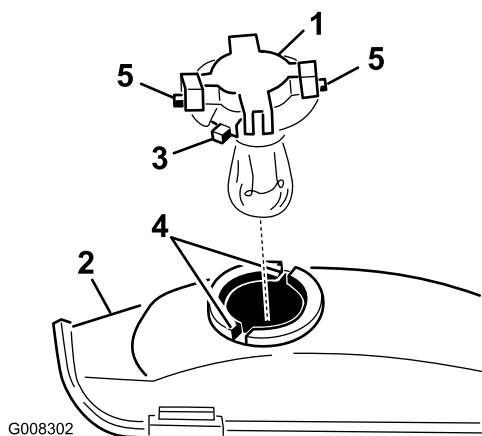

Bild 29
7. Drehen Sie die Birnenfassung um 1/4 Umdrehung nach links und nehmen die Birne aus dem Reflektor heraus (Bild 29).